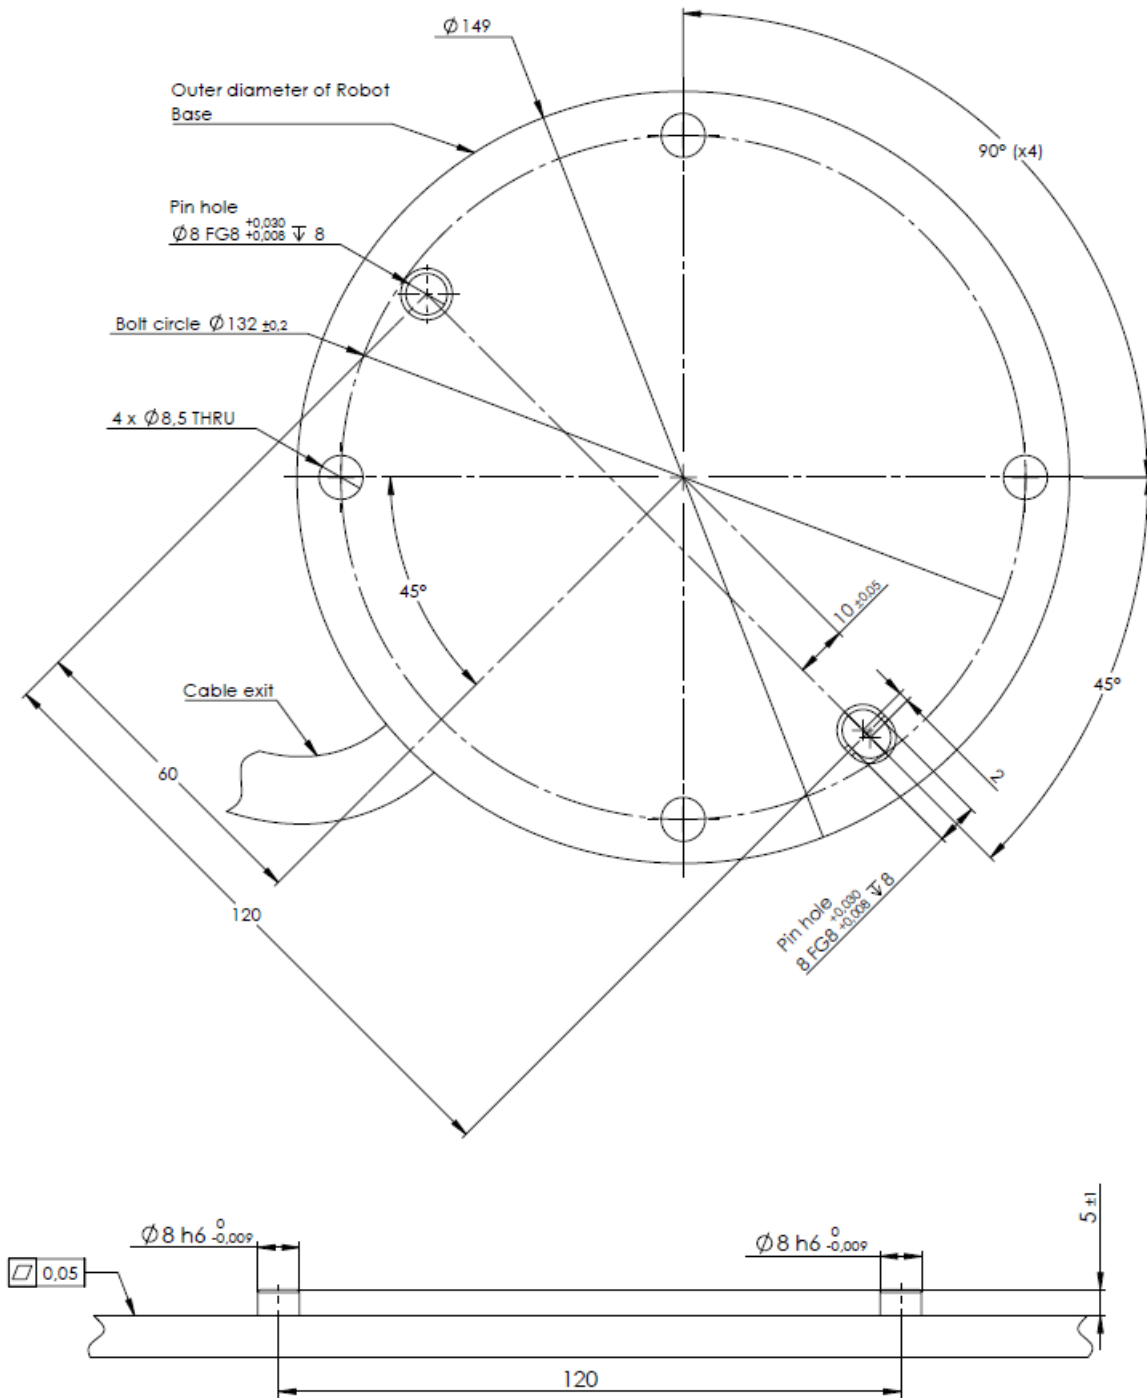

Figure 4.1: ロボット据え付け用の穴。M8 ボルト 4 本使用。すべての寸法の単位は mm です。
**ロボットアーム** ロボットアームは、ベースの 4 つの  $\phi 8.5$  mm 穴を使用して、4 本の M8 ボルトで据え付けます。20 Nm トルクでこれらのボルトを締めるようにしてください。ロボットアームで高精度の位置決めが望ましい場合には、ピンを使用できる 2 つの  $\phi 8$  mm 穴が用意されています。また、精密なベースの取り付け金具を付属品として購入することもできます。図 4.1 に、穴を開ける場所とねじを取り付ける場所を示します。